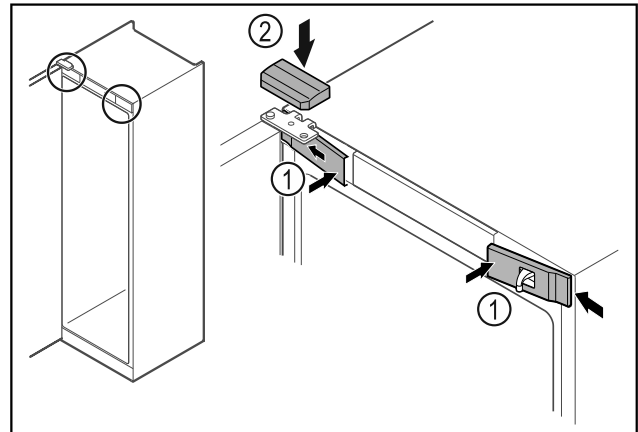

Fig. 46
- ▶ Voorste afdekkingen Fig. 46 (1) zijdelings bevestigen en vastklikken.
- ▶ Bovenste afdekking Fig. 46 (2) van boven vastklikken.